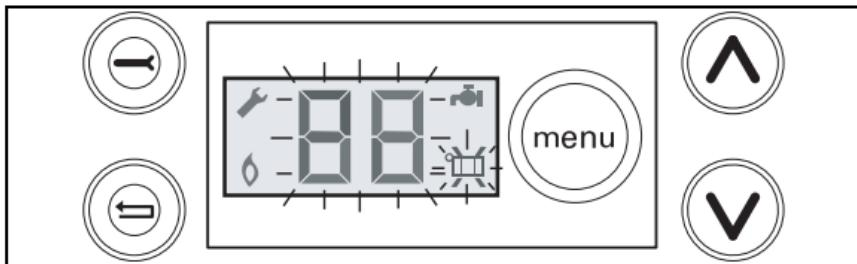
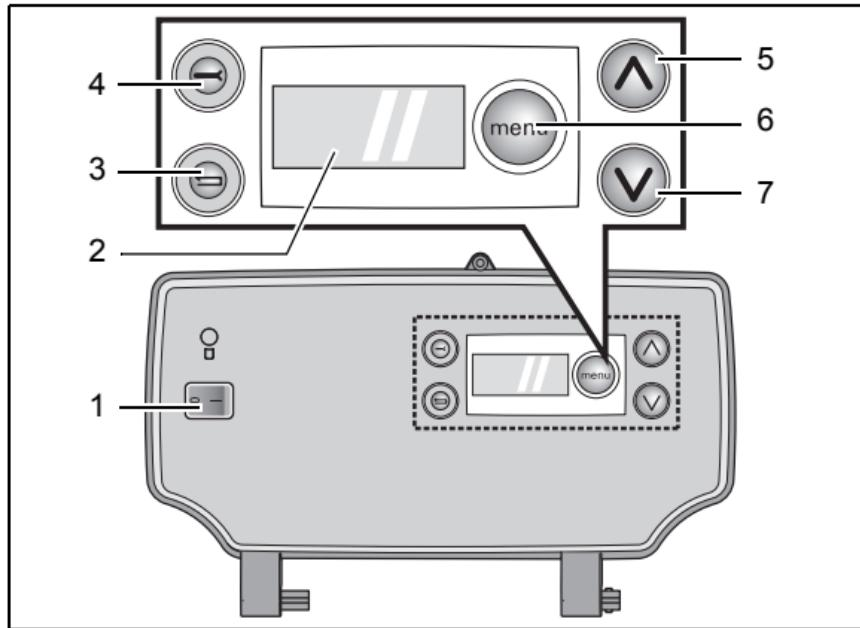
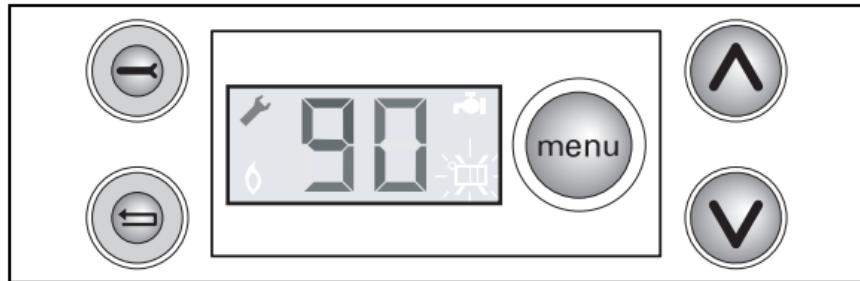

Fig. 3 DBA - Impostazioni del menu
Fig. 4 DBA
Fig. 5 DBA azionare il tasto chiave per esercizio in "modalità di manutenzione"
Azionando l'interruttore di esercizio (fig. 4, pos. 1) è possibile attivare ed interrompere l'alimentazione elettrica di rete della caldaia.
Sul display (fig. 4, pos. 2) vengono visualizzate tutte le impostazioni e i codici di errore (fig. 3).
Se sul display viene visualizzato un codice di anomalia lampeggiante, è possibile riavviare la caldaia premendo il pulsante Reset "" (fig. 4, pos. 3).
Azionando il tasto Service "" (fig. 4, pos. 4) la caldaia funziona in esercizio in modalità di manutenzione (fig. 5).
Nel DBA, è possibile sfogliare le impostazioni della caldaia con l'ausilio del tasto menù , dei tasti  e  (fig. 4, pos. 5, 6 e 7) e il display. Vedere il menù 2: "Impostazioni" a pag. 21.
Con il tasto menù "" (fig. 4, pos. 6) impostare l'esercizio di produzione dell'acqua calda desiderato dalla caldaia (vedi tab. 1 e menù 2: "Impostazioni" a pagina 21).
Con il tasto menu "menu" (fig. 4, pos. 6) impostare la temperatura desiderata dell'acqua calda (vedi tab. 2 e menù 2: "Impostazioni" a pagina 21).
Con il tasto menu "menu" (fig. 4, pos. 6) impostare l'esercizio di riscaldamento desiderato della caldaia (vedi tab. 3 e menù 2: "Impostazioni" a pagina 21).
Con il tasto menù "" (fig. 4, pos. 6) impostare la temperatura dell'acqua di caldaia desiderata per l'esercizio di riscaldamento (vedi tab. 4 e menù 2: "Impostazioni" a pagina 21).